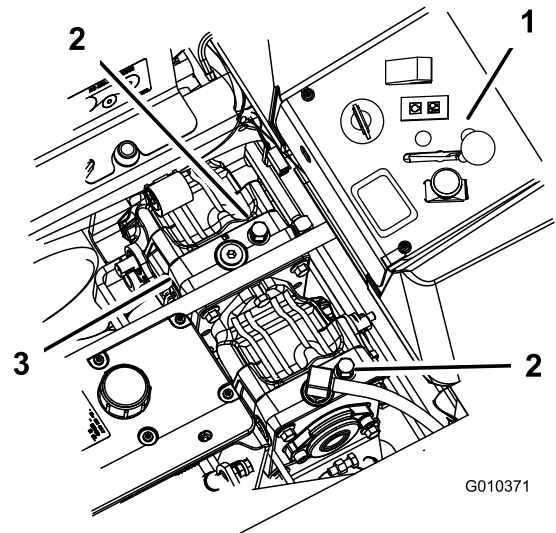

Figura 42
3. Gire las válvulas de desvío una vuelta en sentido antihorario para empujar la máquina (Figura 42).
Gire las válvulas de desvío una vuelta en sentido horario para conducir la máquina (Figura 42).